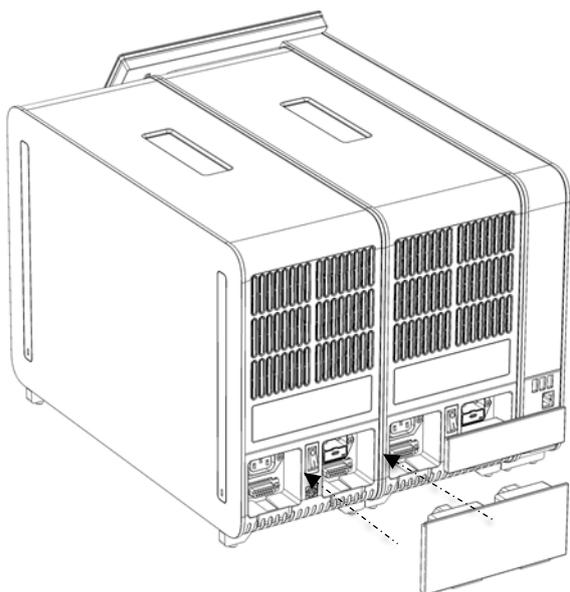

Figure 18. Connexion du pont de module analytique/analytique.
6. Connectez le pont de module analytique/analytique à l'arrière du QIAstat-Dx Analyzer 1.0 pour relier les deux modules analytiques (Figure 18).